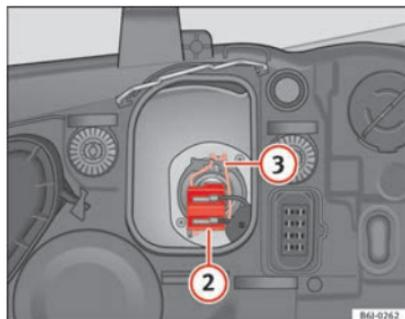

Fig. 156 Anabbaglianti
- Estrarre il connettore ⇒ fig. 156 ② della lampada.
- Sganciare la molla di ritengo ⇒ fig. 156 ③ premendo verso l'interno e a destra.